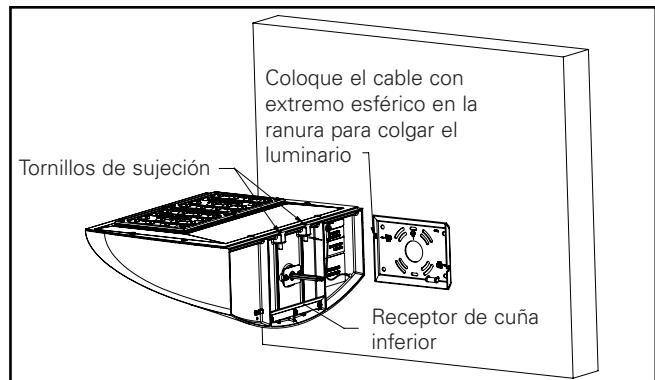

Figura 11
- Cuelgue el luminario de la placa de cuña usando el cable con extremo esférico ubicado en la parte posterior de dicho luminario. (Figura 11)